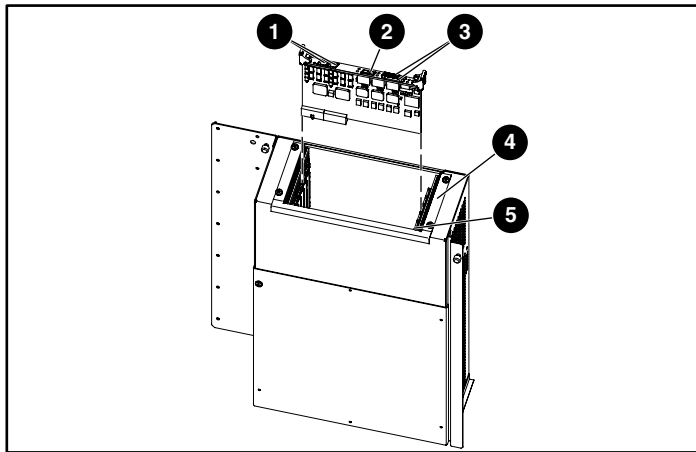

Figura 11: Installazione dell'NSR
- ❶ Pulsanti di bloccaggio
- ❷ Levette di espulsione
6. Posizionarsi di fronte alla parte posteriore della libreria con le porte SCSI sulla propria sinistra, individuare l'alloggiamento di espansione e inserire la prima scheda router nello slot D dell'alloggiamento (vedere la Figura 11).